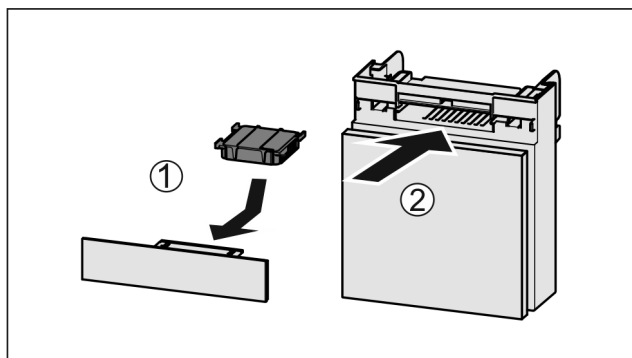

Fig. 102
- Inserire il vano Fig. 102 (2).